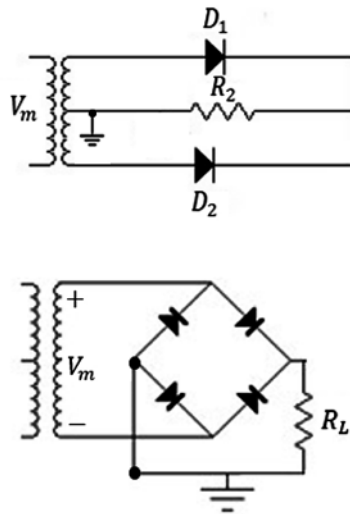

Figura 3.24 Ejercicio de aplicación. Fuente: Elaboración propia
- f) Para una misma entrada en un circuito con transformador con derivación central y en otro circuito con puente, determine en cuál circuito es menor el *PVR* (ver figura 3.24).